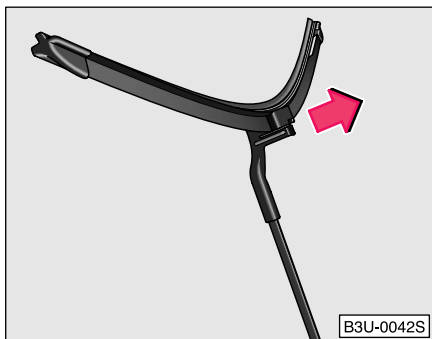

Fig. 49 Ștergător de parbriz
- Desprindeți lama în direcția săgeții ⇒ Fig. 49 ⇒ ⚠.